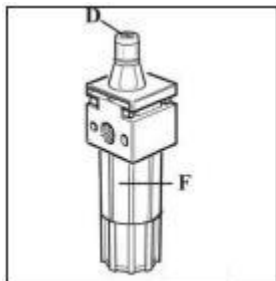

Рисунок 14
- Регулярно проверяйте уровень масла в маслораспылителе. При необходимости доливайте масло, открутив стакан маслораспылителя (D) (Рис.14).
- Капля масла должна падать в прозрачный стакан маслораспылителя при каждом третьем или четвертом нажатии на педаль (U). В противном случае, отрегулируйте с помощью отвертки установочный винт (A) маслораспылителя (Рис.14).